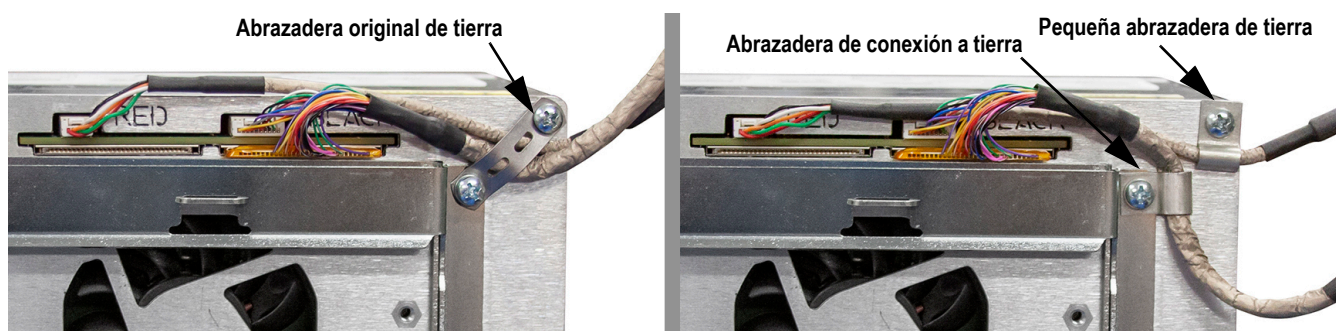

Figura 2-19. Conexión a tierra del blindaje de la caja del controlador
7. Retire la abrazadera de puesta a tierra original utilizada en los cables de la pantalla y de la pantalla táctil, consulte la Figura 2-19 en la página 27.
8. Conecte a tierra el cable de la pantalla y el cable de la pantalla táctil a la caja del controlador mediante dos abrazaderas de puesta a tierra. La abrazadera de puesta a tierra (n.º ref. 193810) tiene un radio menor y debe utilizarse con el cable de la pantalla táctil.